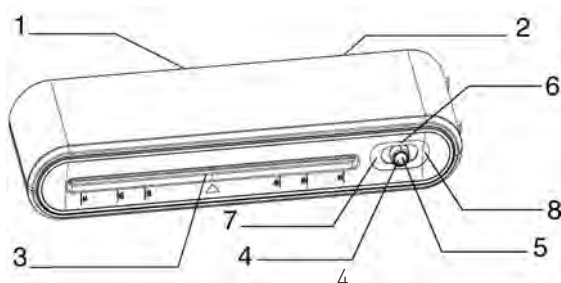

Fig. 1
2. **Så snart den blåa lampan lyser är apparaten klar för hetlaminering** (bild 1). Apparaten behöver cirka 3-5 minuter tills den är varm.